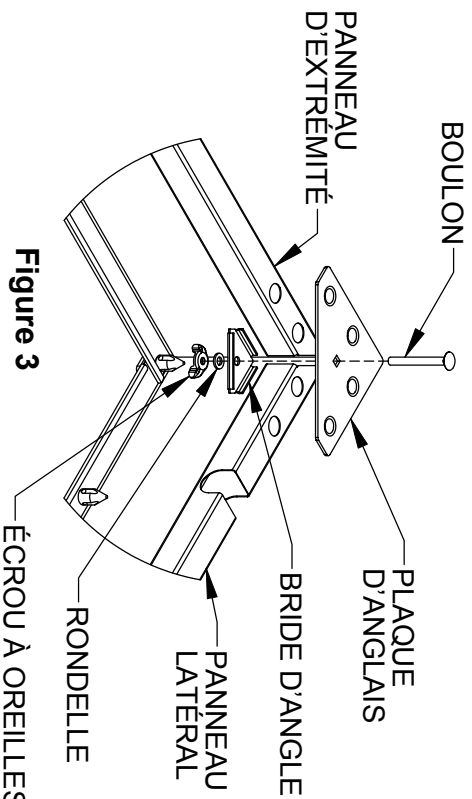

Figure 3
Étape 4 : Aligner les (4) protubérances de la PLAQUE D'ANGLE avec les trous d'angle du PANNEAU LATÉRAL et du PANNEAU D'EXTREMITÉ et appuyer fermement dessus pour les mettre en place. Accrocher la BRIDE D'ANGLE sous la lèvre inférieure des panneaux, fixer avec le boulon, la rondelle et l'écrou à oreilles, tel qu'illustré à la Figure 3. Répéter la procédure pour les quatre angles. **Remarque :** Serrer à la main, ne pas utiliser d'outil. Les SUPPORTS DE TÊTE DE LIT optionnels sont fixés selon la méthode décrite à l'étape 4 ci-dessus. Les SUPPORTS DE TÊTE DE LIT remplacent les PLAQUES D'ANGLE à l'extrémité de la tête de lit. Voir Figure 4.